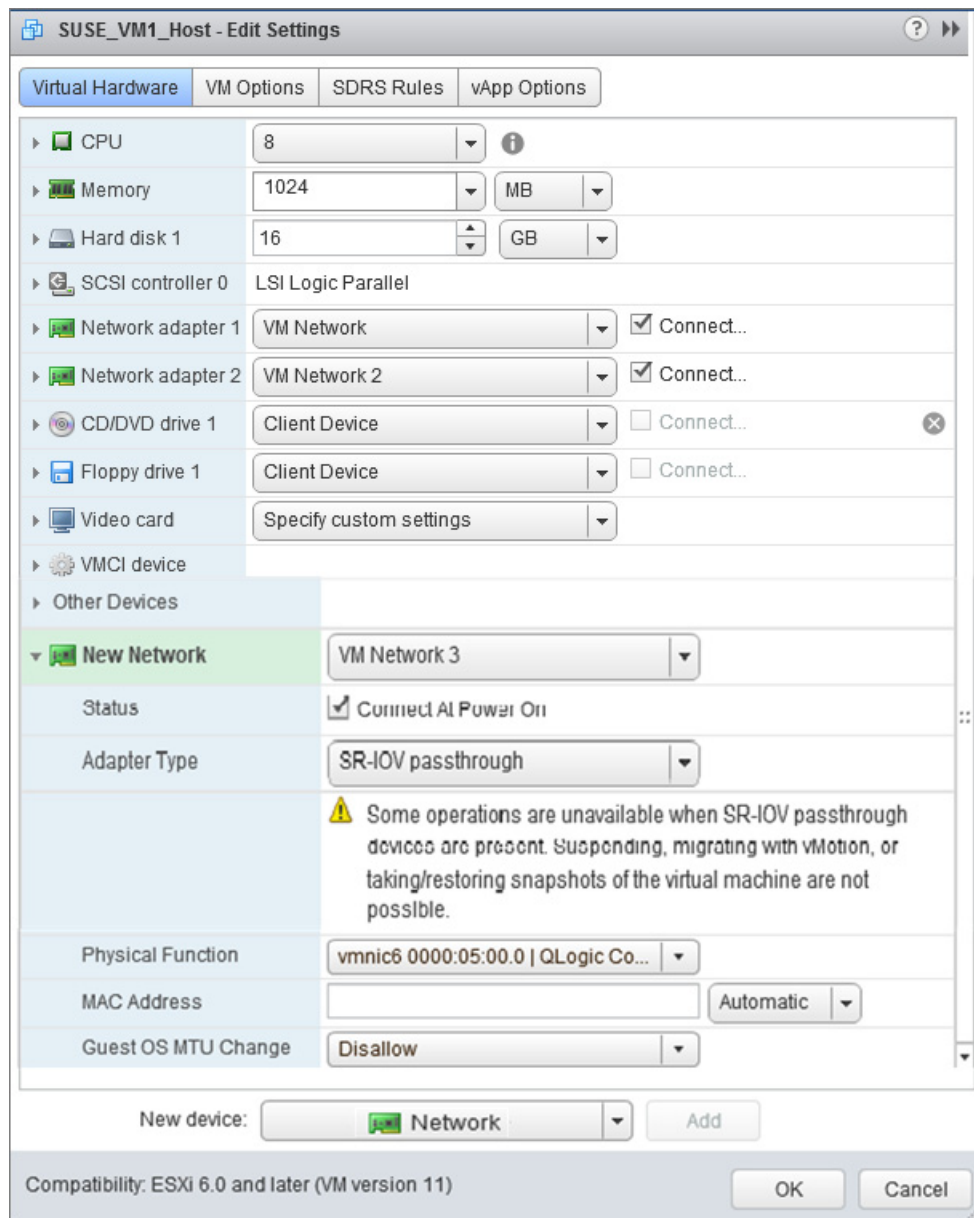

Ilustración 12-15. VMware Host Edit Settings (Edición de la configuración de host VMware)
14. Complete el cuadro de diálogo Edit Settings (Editar configuración) (Ilustración 12-15) como se indica a continuación: